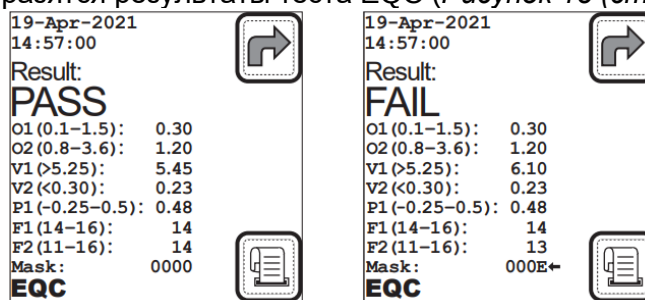

Рисунок 18: Результаты теста EQC
9. В конце теста отобразятся результаты теста EQC (Рисунок 18 (стр. 28)).